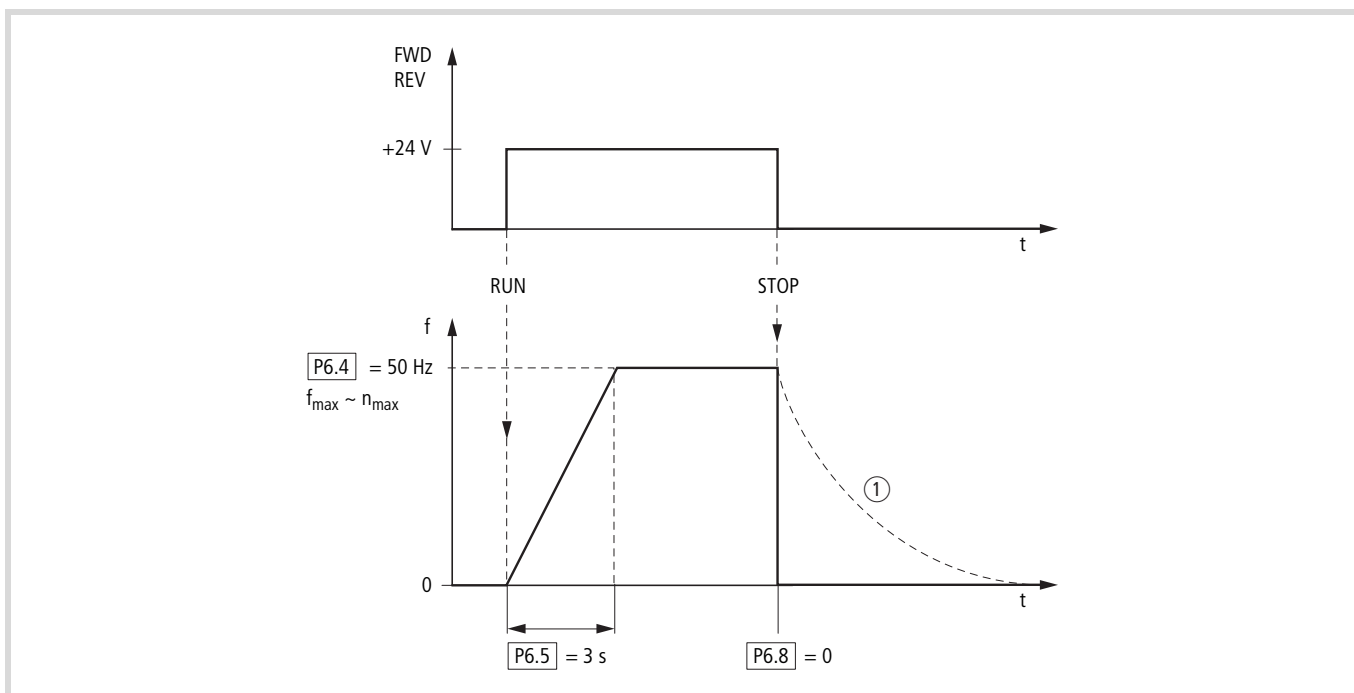

рисунок 59: Команда запуска-останова при максимальном напряжении заданного значения, рампа ускорения = 3 с
рисунок 59 на страница 71 показывает в качестве примера процедуру, когда включается сигнал деблокировки (FWD/REV) и когда приложено максимальное напряжение заданного значения (+10 В). Частота вращения вала электродвигателя следует за выходной частотой, в зависимости от момента нагрузки и инерции (проскальзывание), от нуля до n_{max} .
Если при работе сигнал деблокировки (FWD, REV) отключается, то инвертор немедленно блокируется (STOP) и значение выходной частоты устанавливается равным нулю. Вал электродвигателя выполняет不受управляемый выбег (смотрите ① на рисунок 59, страница 71).